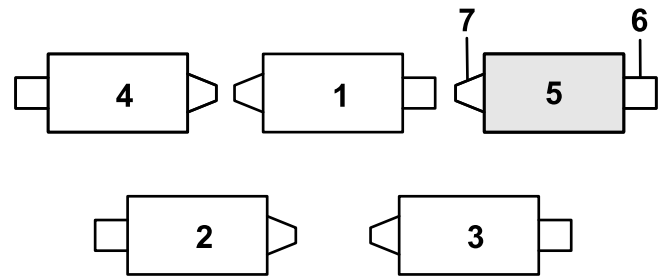

図 12
1. 補正 Springs のロッドの後穴にヘアピンが取り付けられている場合は、ヘアピンを外してブラケットの隣にある穴に移す図 12。